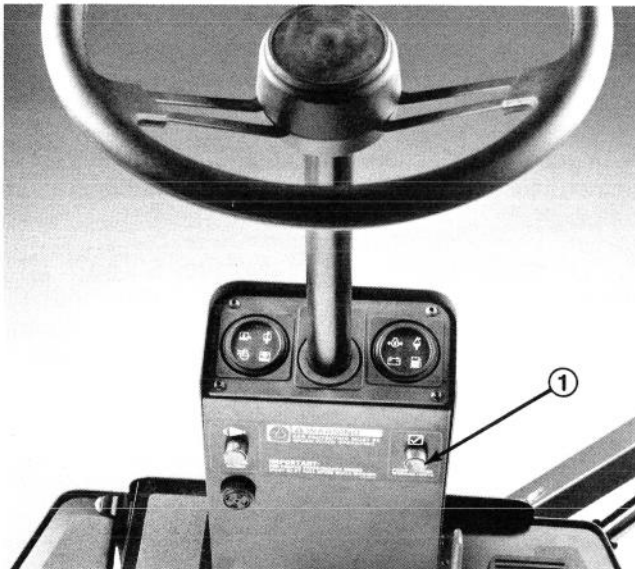

Figure 14
1. Enclencher le frein de stationnement, mettre la clé de contact sur ON. Appuyer sur le bouton de contrôle des voyants (Fig. 14). Tous les voyants devraient s'allumer et l'alarme devrait retentir.